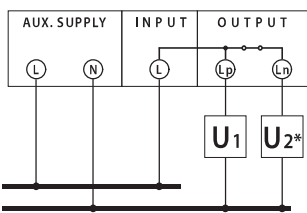

Fig. 1
**F1 (fonction pré-programmée):** SIGNALISATION ACOUSTIQUE ET DECLENCHEMENT AUTOMATIQUE DES CHARGES NON-PRIORITAIRES. (Fig.1)